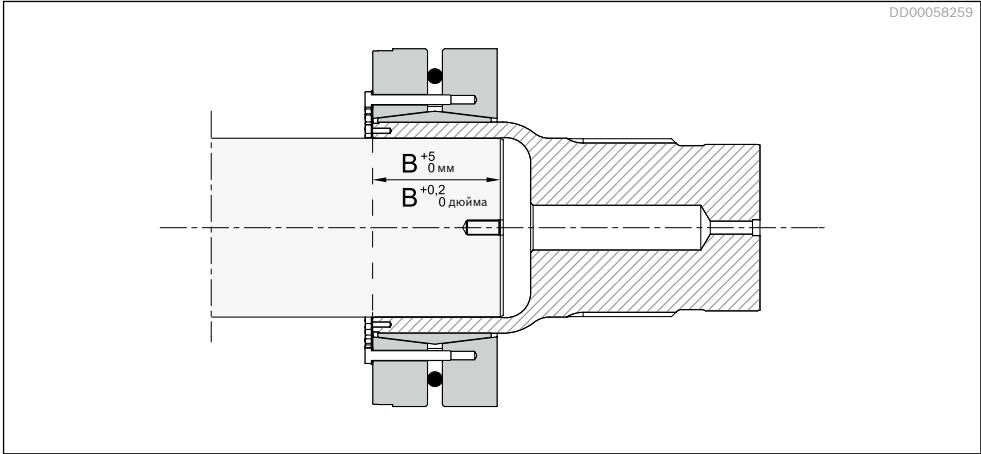
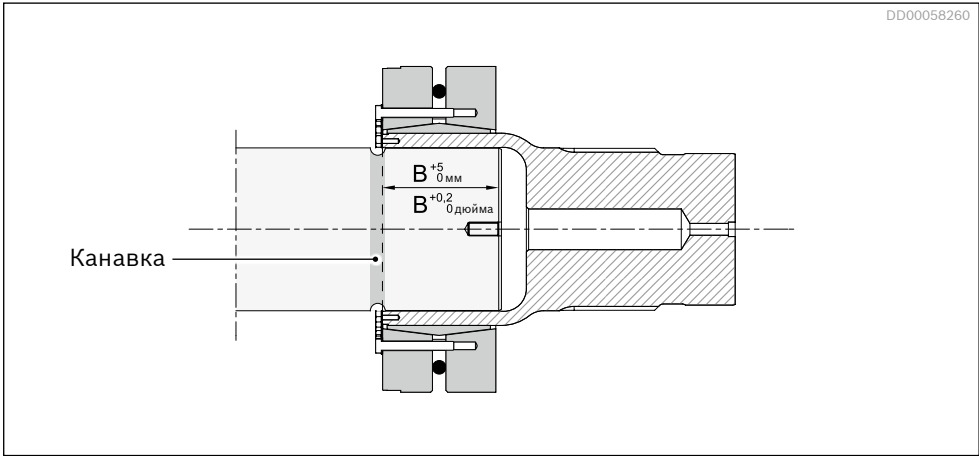

Рис. 36. Приводной вал без канавки для снятия напряжения
Рис. 37. Приводной вал с канавкой для снятия напряжения
4. Установите адаптер вала на вал, поворачивая гайку на оправке до достижения указанного монтажного расстояния (расстояние В, см. *Рис. 36* и *Рис. 37* и *Таблица 14*).
Необходимо использовать всю монтажную глубину, для этого измерьте расстояние и нанесите метку на приводной вал. Это особенно важно, если приводной вал имеет канавку для снятия напряжения. См. Рис. 36, Рис. 37 и Таблица 14.
5. Установите мотор на вал, поворачивая гайку на оправке, до достижения длины, указанной в Таблица 14; см. Рис. 36 и Рис. 37.
8. Установите заглушку G1" (2).
9. Установите кожух (1) и затяните винты с шайбами. Момент 80 Нм (59 фунтов·фут).